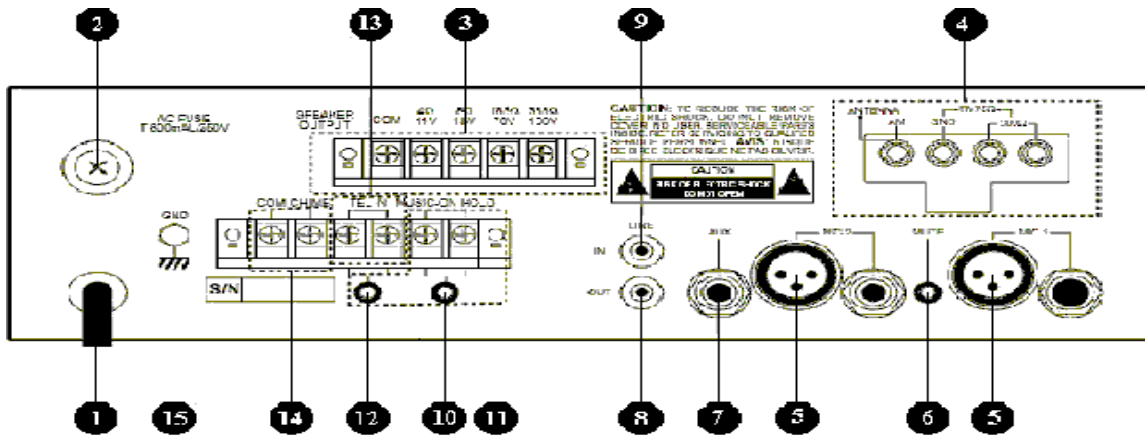

Рисунок 3. Задняя панель усилителя
Комнатную антенну желательно подвесить в расправленном состоянии и после включения тюнера настроить ее положение для оптимального приема. Для лучшего приема и в целях электробезопасности заземлите корпус усилителя. Провод заземления подключите к клемме GND(Рисунок 3, поз.15).
4.3 Проверьте наличие входящей в комплект усилителя перемычки и установите ее между линейным входом и линейным выходом усилителя(Рисунок 3, поз.8,9). Поставьте регуляторы на передней панели усилителя в среднее положение, включите вилку шнура питания в сеть и нажмите выключатель питания POWER(Рисунок 2, поз.1). Должен загореться индикатор наличия питания. Нажмите и отпустите кнопку CHIME (Рисунок 2, поз.2), при этом из громкоговорителей должен быть слышен четырехтональный сигнал гонга. Регулятором громкости выставьте максимальный уровень гонга, при котором нет перегрузки усилителя (не загорается красный свет на индикаторе выходной мощности).
4.7 Отрегулируйте уровень приглушения трансляции радиопрограммы при включении микрофона или сигнала гонга с помощью регулятора MUTE (Рисунок 3, поз.6), одновременно вращая регулятор и давая объявление через микрофон.